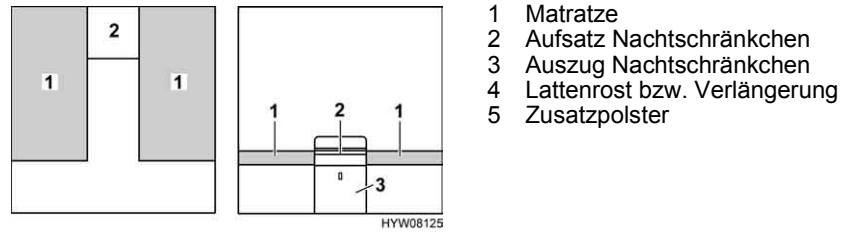

Bild 136 Vor dem Umbau
- Aufsatz des Nachtschränkchens (Bild 136,2) entfernen und beiseite stellen.